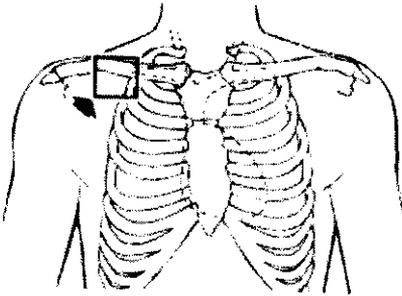

Figura 1. Zona de inserción sugerida
1. El paciente debe estar en buenas condiciones de hidratación y con la cabeza y hombros en posición completamente plana. Mediante una técnica aséptica adecuada, prepare al paciente para una punción en la vena subclavia. Seleccione el punto de entrada (ver Figura 1).